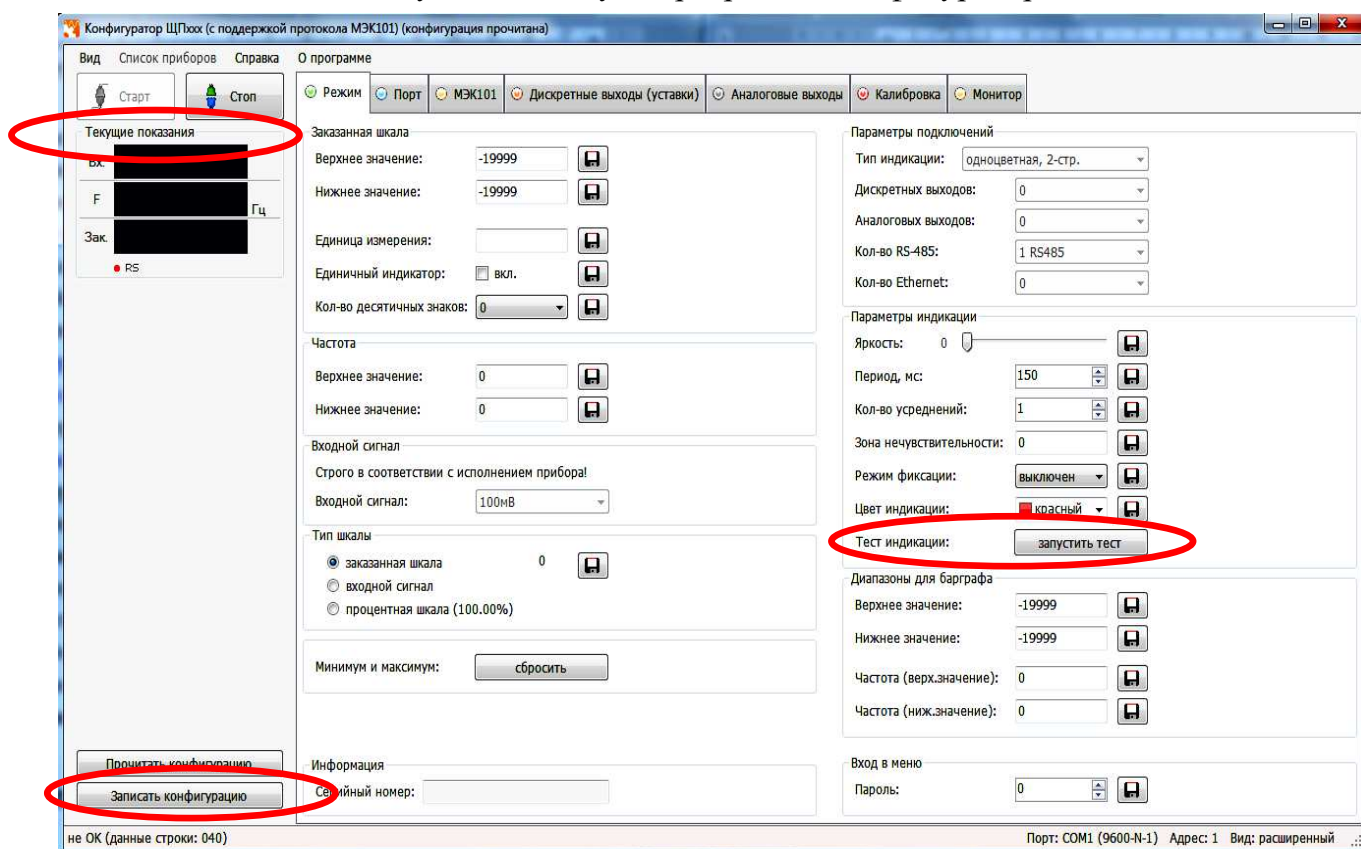

Рисунок 4 – Конфигуратор ЩП (вкладка «Режим»)
Основные (стандартные) настройки прибора осуществляются во вкладке «Режим» (рисунок 4).
Изменения вступают в силу после нажатия кнопки «Записать конфигурацию» (рисунок 4).
3.8.3.2 Во время настройки прибора можно убедиться в том, что данные, полученные компьютером от прибора, совпадают с показаниями цифровых индикаторов прибора. Данные, показываемые на цифровых индикаторах прибора, идентичны значениям, отображаемым в поле «Текущие показания» программы-конфигуратора (рисунок 4).
- в основном окне программы во вкладке «Режим» нажать кнопку «запустить тест» (рисунок 4).